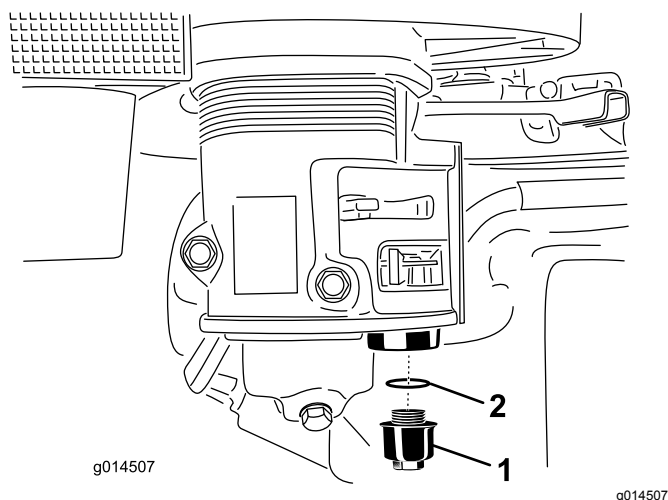

Figure 21
4. Dévissez la cuvette de décantation (Figure 21).